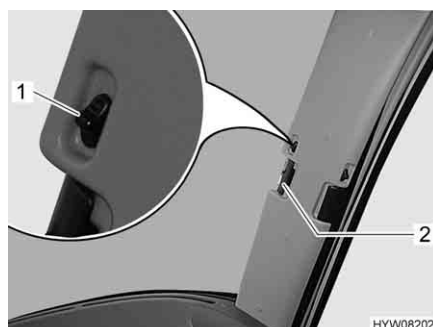

Fig. 55 Tendina oscurante pieghevole per il parabrezza
- Spingere il bottone di bloccaggio (Fig. 55,1) verso l'alto.
- Tirare la tendina oscurante pieghevole del parabrezza per la maniglia (Fig. 55,2) verso il centro della finestra.
- Spingere verso l'esterno le due metà della tendina oscurante pieghevole del parabrezza per la maniglia (Fig. 55,2) fino all'arresto.
- Spingere il bottone di bloccaggio (Fig. 55,1) in basso.